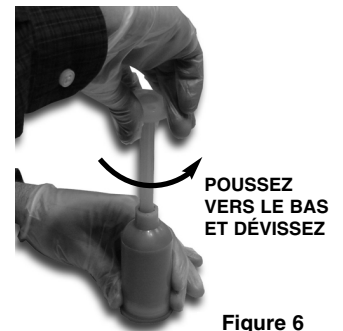

Figure 6
10. Au dernier coup, poussez la tige de mélange jusqu'au fond (côté rouge), saisissez la cartouche fermement par le bas pour tenir le piston en place, dévissez immédiatement la tige de mélange et retirez-la prudemment. Voir la figure 6.